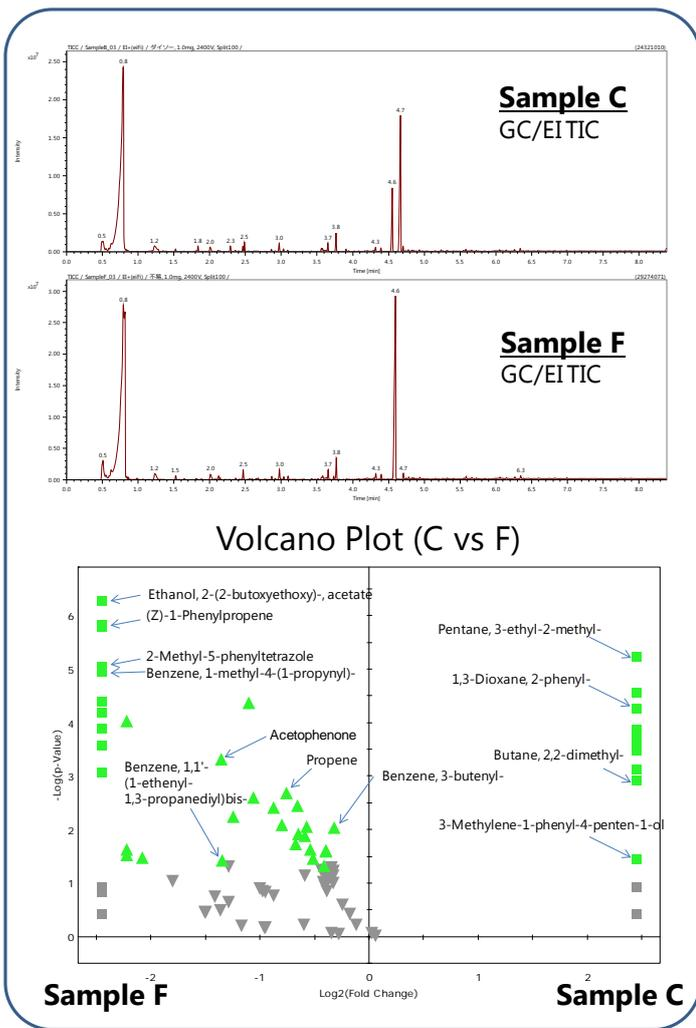
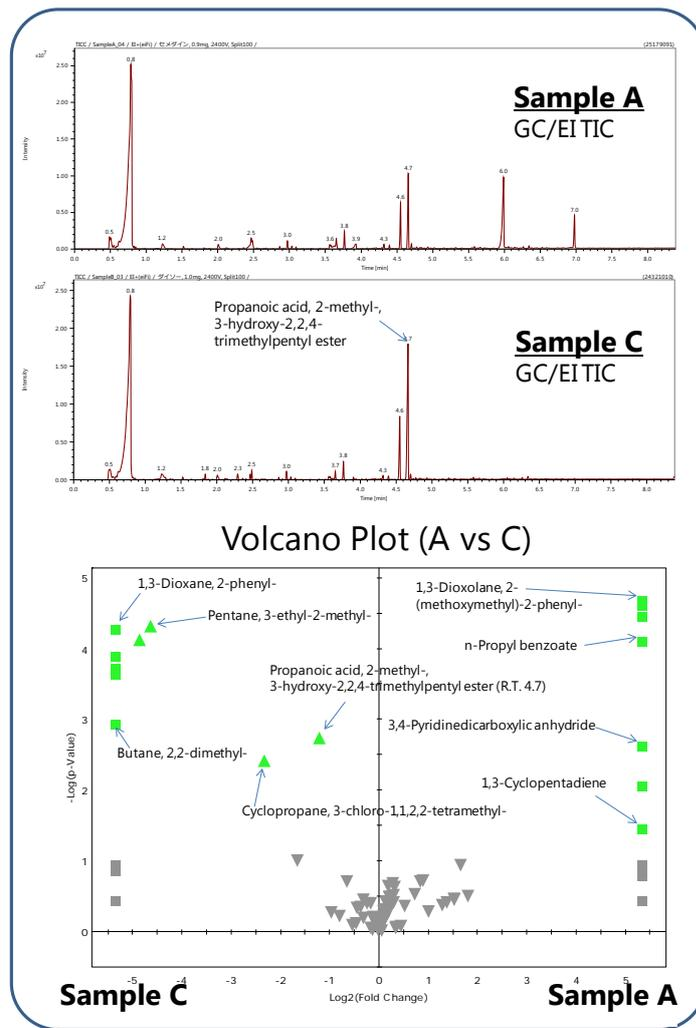

Fig.1 TIC chromatograms and Volcano plot for the sample C and F.
Fig.2 TIC chromatograms and Volcano plot for the sample A and C.
- Fig.1、2 のプロットでは一般的に有意水準とされる 5% ( $p=0.05$ ) を超えた点を緑色で表現している。
Fig.1 に試料 C と F の TIC クロマトグラムと Volcano Plot を示す。試料 C と F は共通成分が多いが、共通成分は全て試料 F の方が多く含まれていた。C と F はかなり似た成分を有しているものの、添加剤などの含有分量に差があることが示された。Fig.2 に試料 A と C の TIC クロマトグラムと Volcano Plot を示す。試料 A と C は共通成分は少なく、各々独自の成分が多いことが示された。